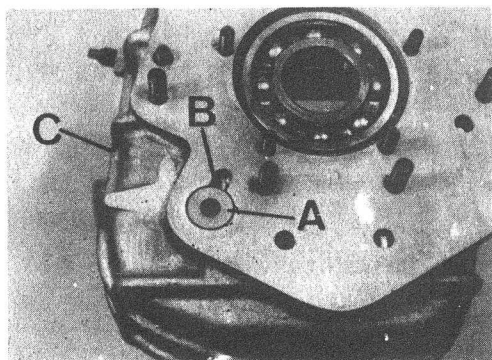

Fig. C1-110 Montaje engranaje M.A.
- 3.3. Terminar de introducir el eje, A (Fig. C1-110), empleando una prensa o maza de plástico, hasta que la parte posterior de dicho eje quede al ras con la superficie trasera del cárter caja, C, y el pasador, B, elástico de posicionamiento, esté perfectamente alojado en la ranura del cárter.